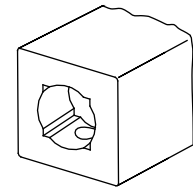

**FIGURA 4**
**4** Insert a Square Connector into the recess in the Leg, with the notched end outward. Slide a Lock Washer (6E) onto a M5x50mm Mushroom Head Screw (6J) and insert it into the hole in the center of the Square Connector (6C), threading it into the Towel Bar (5).
**6** Inserte los pernos de posición en los orificios redondos en el extremo de los tubos (4) de apoyo horizontal de manera que la punta mire hacia afuera y el tope esté al ras del tubo de apoyo horizontal. (Vea la figura 4.)